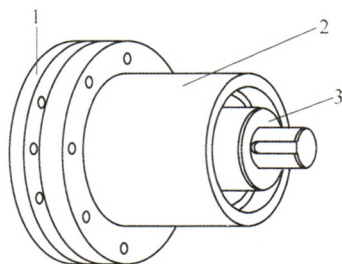

图3 翻转机构
(2) 翻转机构 图3所示为翻转机构。在传动轴上开椭圆凹槽，保证与减速机构有效契合。在转向